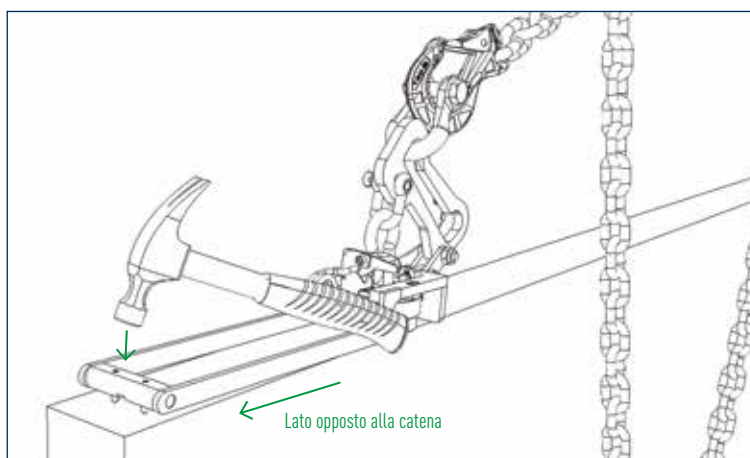

Fig. 2a
- c) Inserire i mandrini come da Fig. 2a.